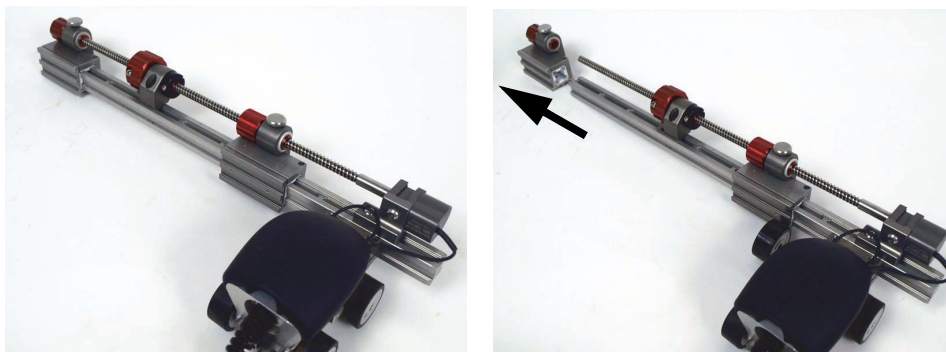

图 A-1 取下轴臂末端的滑动组装件
1. 取下位于 ChainSCANNER 扫查器平移轴臂末端的滑动组装件，并放到一边（参见第 65 页的图 A-1）。